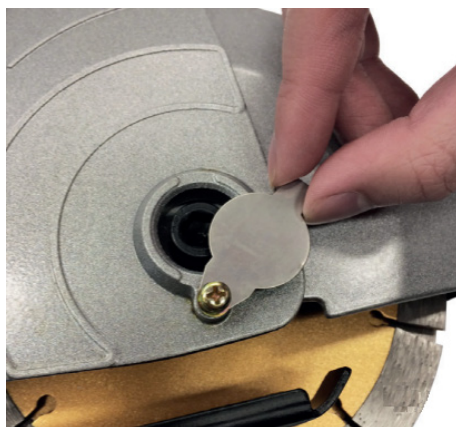

Fig. 8
- Deslice la solapa hacia un lado, Fig. 8.